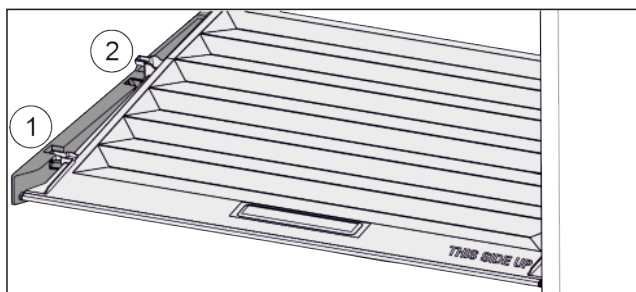

Fig. 44
- ▶ Deckel bis zur Öffnung in den Halteteilen nach vorne ziehen Fig. 44 (1).
- ▶ Hinten von unten anheben und nach oben wegnehmen Fig. 44 (2).